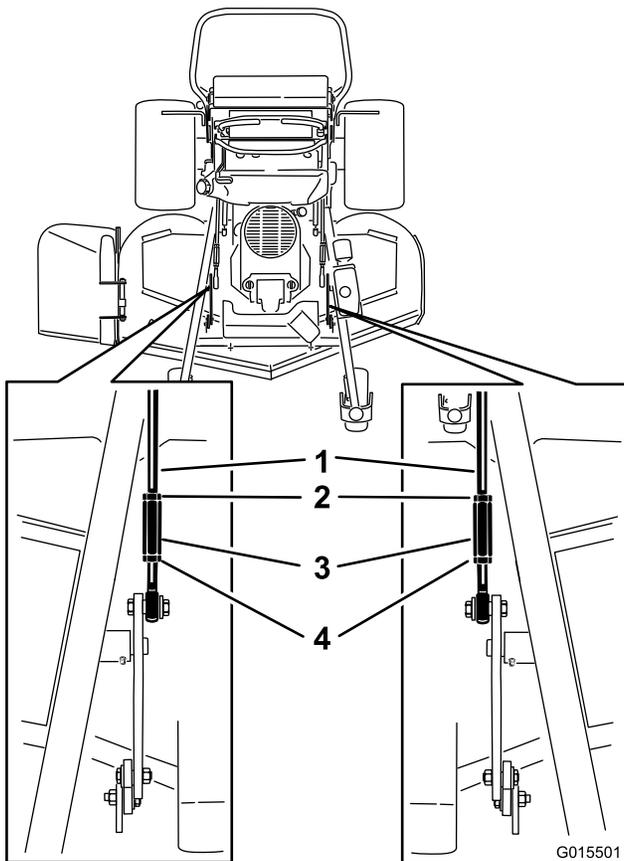

Figura 91
5. Para carcasas de 60 pulgadas (152 cm), apriete los acoplamientos de elevación (Figura 91).
3. Para carcasas de corte de 60 pulgadas (152 cm), afloje las tuercas delanteras y traseras y los acoplamientos de elevación de las varillas de ajuste (Figura 91).